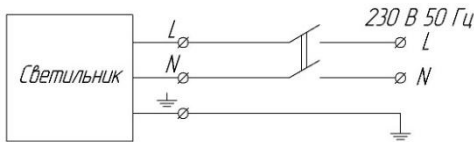

Рис.2. Схема подключения светильника
- 4.3. Подсоединить сетевые провода согласно схеме на рис. 2, обеспечив степень защиты не ниже IP65.